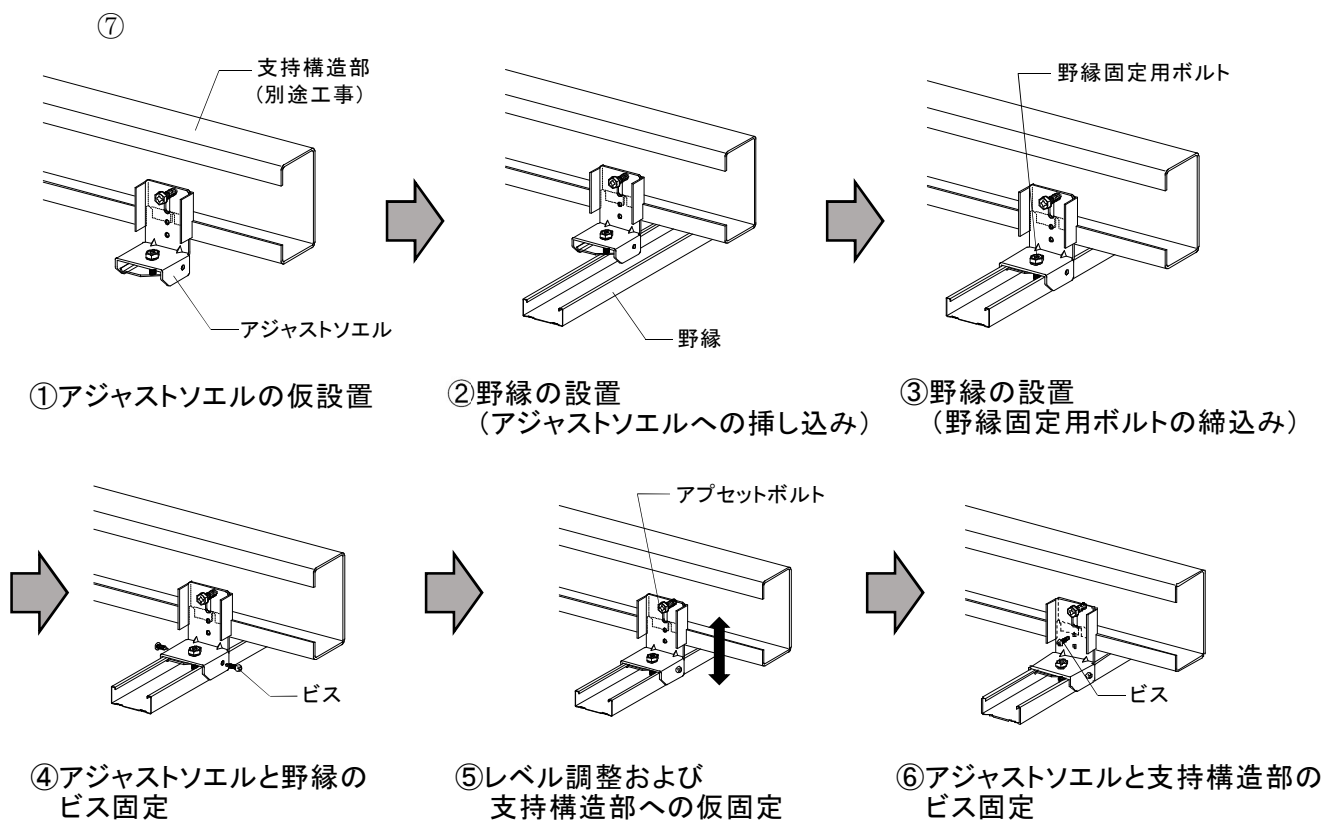

図 2-2-3 アジャストソエルの施工方法
- ①アジャストソエルのアプセットボルトを手締め等して支持構造部に仮設置する。
- ②野縁をアジャストソエルに挿し込む。
- ③野縁固定用ボルトをインパクト等で締め込む。
- ④アジャストソエルと野縁側面を所定のビス 2 本/箇所 で固定する。
- ⑤野縁を上下させてレベルを調整し、アジャストソエルのアプセットボルトをインパクト等で締め込み仮固定する。その際、基準位置となるアジャストソエルと支持構造部を所定のビス 1 本/箇所 で固定を推奨する。
- ⑥アジャストソエルが①で出した墨位置にあることを確認し、支持構造部と所定のビス 1 本/箇所 で全数固定する。(図 2-2-3、2-2-4 参照)